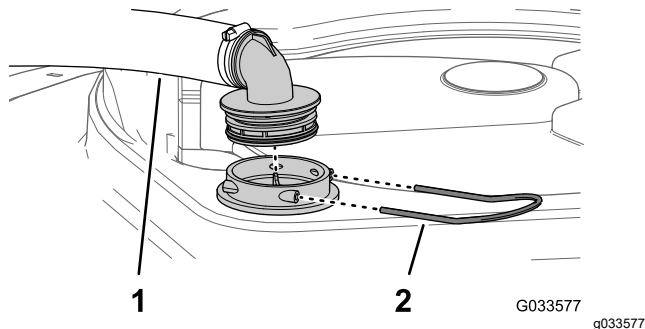

Figura 94
2. La partea de sus a rezervorului de pulverizare, îndepărtați opritorul care fixează racordul de furtun atașat la furtunul mare de la carcasa filtrului (Figura 94).
3. Îndepărtați furtunul i racordul pentru furtun de la carcasa filtrului (Figura 94).